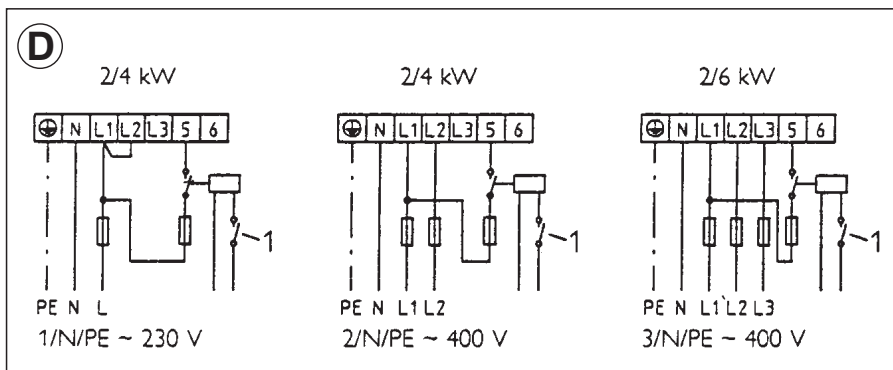

Fig. 14
- Medición con un contador, fig. 14 / 1 contacto de la compañía eléctrica